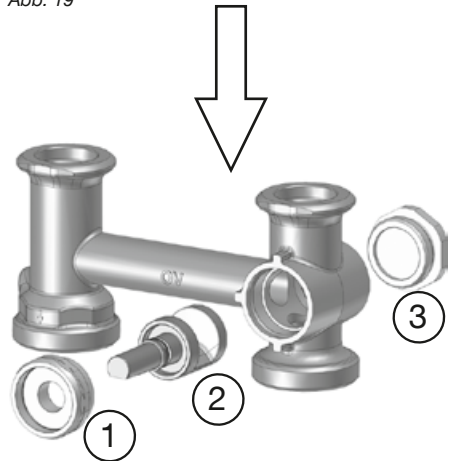

Abb. 20
5. Ausrichtung des Mischerkübens kontrollieren. Dessen abgeflachte Seite muss **nach unten zeigen und waagrecht ausgerichtet** sein (Abb. 20). Das Küchen versperrt in dieser Position den Vorlaufstrang.